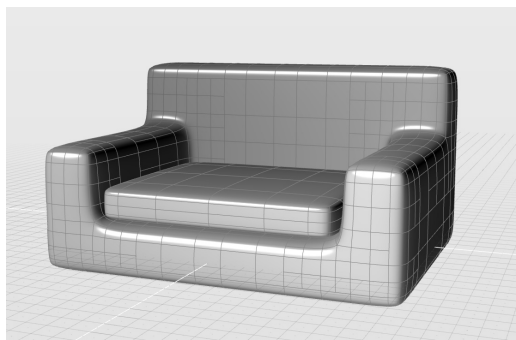

图 7-20 转化为 PolyNURBS 曲面进行观察
4) 勾选“Nurbify”复选框, 整体效果如图 7-20 所示。